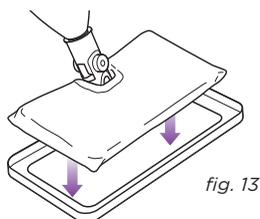

fig. 13
- 1 Le patin à tapis peut être utilisé avec la tête de vadrouille à usages multiples pour rafraîchir vos tapis et carpettes avec une faible émission de vapeur. Vous n'avez qu'à installer la tête de vadrouille avec le linge de nettoyage en microfibre sur le patin à tapis. Le mode de réglage recommandé pour la vapeur lorsque vous utilisez le patin est **FROTTAGE**. (fig. 13)